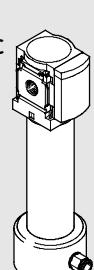

Fig. 3
- Vid användning av spolluftssamlingsringen för samling av spolluft (endast MS...-LDM1...-PAC, se Bild 3):